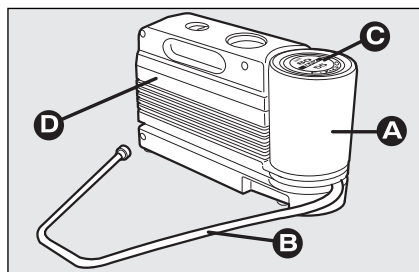

fig. 1
Il kit **fig. 1** comprende:
- ☐ un compressore **D-fig. 1** completo di manometro e raccordi, reperibile nel vano;